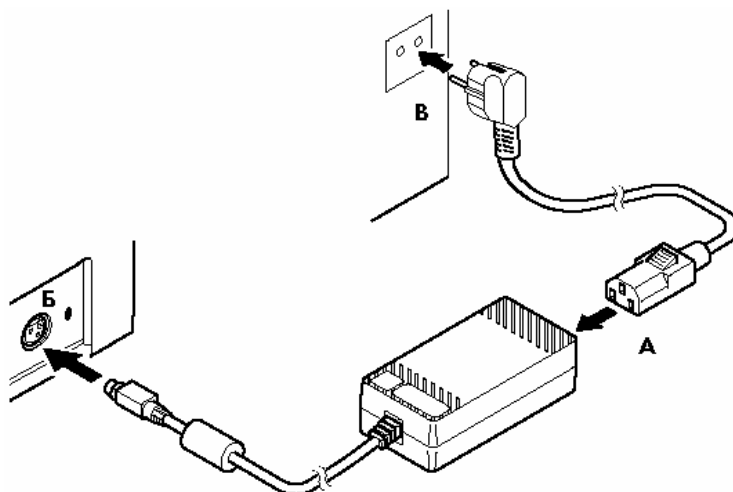

Рисунок 6 Подключение кабелей питания
- Подсоедините вилку кабеля питания к адаптеру (см. Рис.6, позиция А);
- Вставьте вилку кабеля адаптера в разъем под кабель питания на задней стенке ККМ (см. Рис. 6, позиция Б);
- Вставьте вилку в розетку (см. Рис. 6, позиция В).